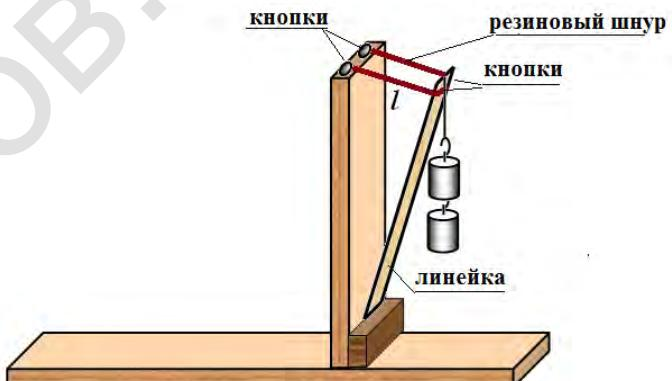

Рис. 2
- Расположите линейку возле вертикальной стенки подставки, как показано на рис. 2. К верхней части линейки прикрепите с помощью кнопок резиновый шнур. Второй конец шнура закрепите на подставке также с помощью кнопок. Длина шнура l_0 в недеформированном состоянии должна составлять примерно 8 см. Расстояние от нижнего упора до верхнего края вертикальной стенки подставки равно длине линейки. Прикрепите к верхней части линейки нитку, к которой можно подвешивать грузы.